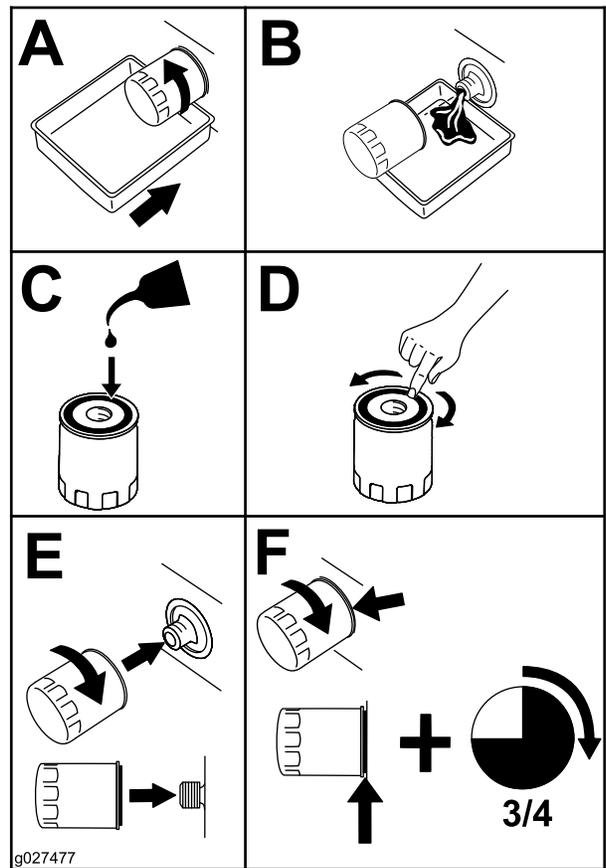

Bild 42
5. Wechseln Sie den Motorölfiter (Bild 42).